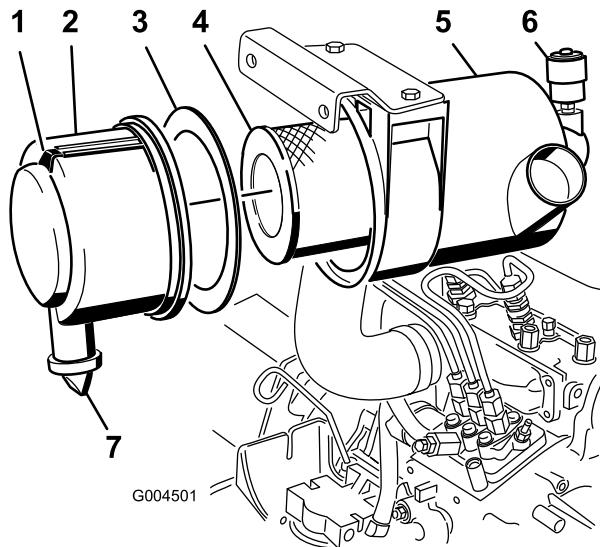

Figure 44
- Faites l'entretien du filtre à air quand l'indicateur de colmatage (Figure 44) est rouge ou toutes les 400 heures (plus fréquemment si vous travaillez dans une atmosphère extrêmement poussiéreuse ou sale). N'effectuez pas l'entretien du filtre à air trop souvent.
1. Tirez le verrou vers l'extérieur et tournez le couvercle du filtre à air dans le sens anti-horaire (Figure 44).
2. Déposez le couvercle du corps du filtre à air (Figure 44).
4. Déposez et remplacez l'élément principal (Figure 44).
6. Vérifiez que le joint en mousse est en place dans le couvercle et qu'il n'est pas déchiré ou endommagé (Figure 44). Remplacez-le s'il est endommagé.
- A. Retirez la valve de sortie en caoutchouc du couvercle (Figure 44).
10. Réarmez l'indicateur de colmatage (Figure 44) s'il est rouge.